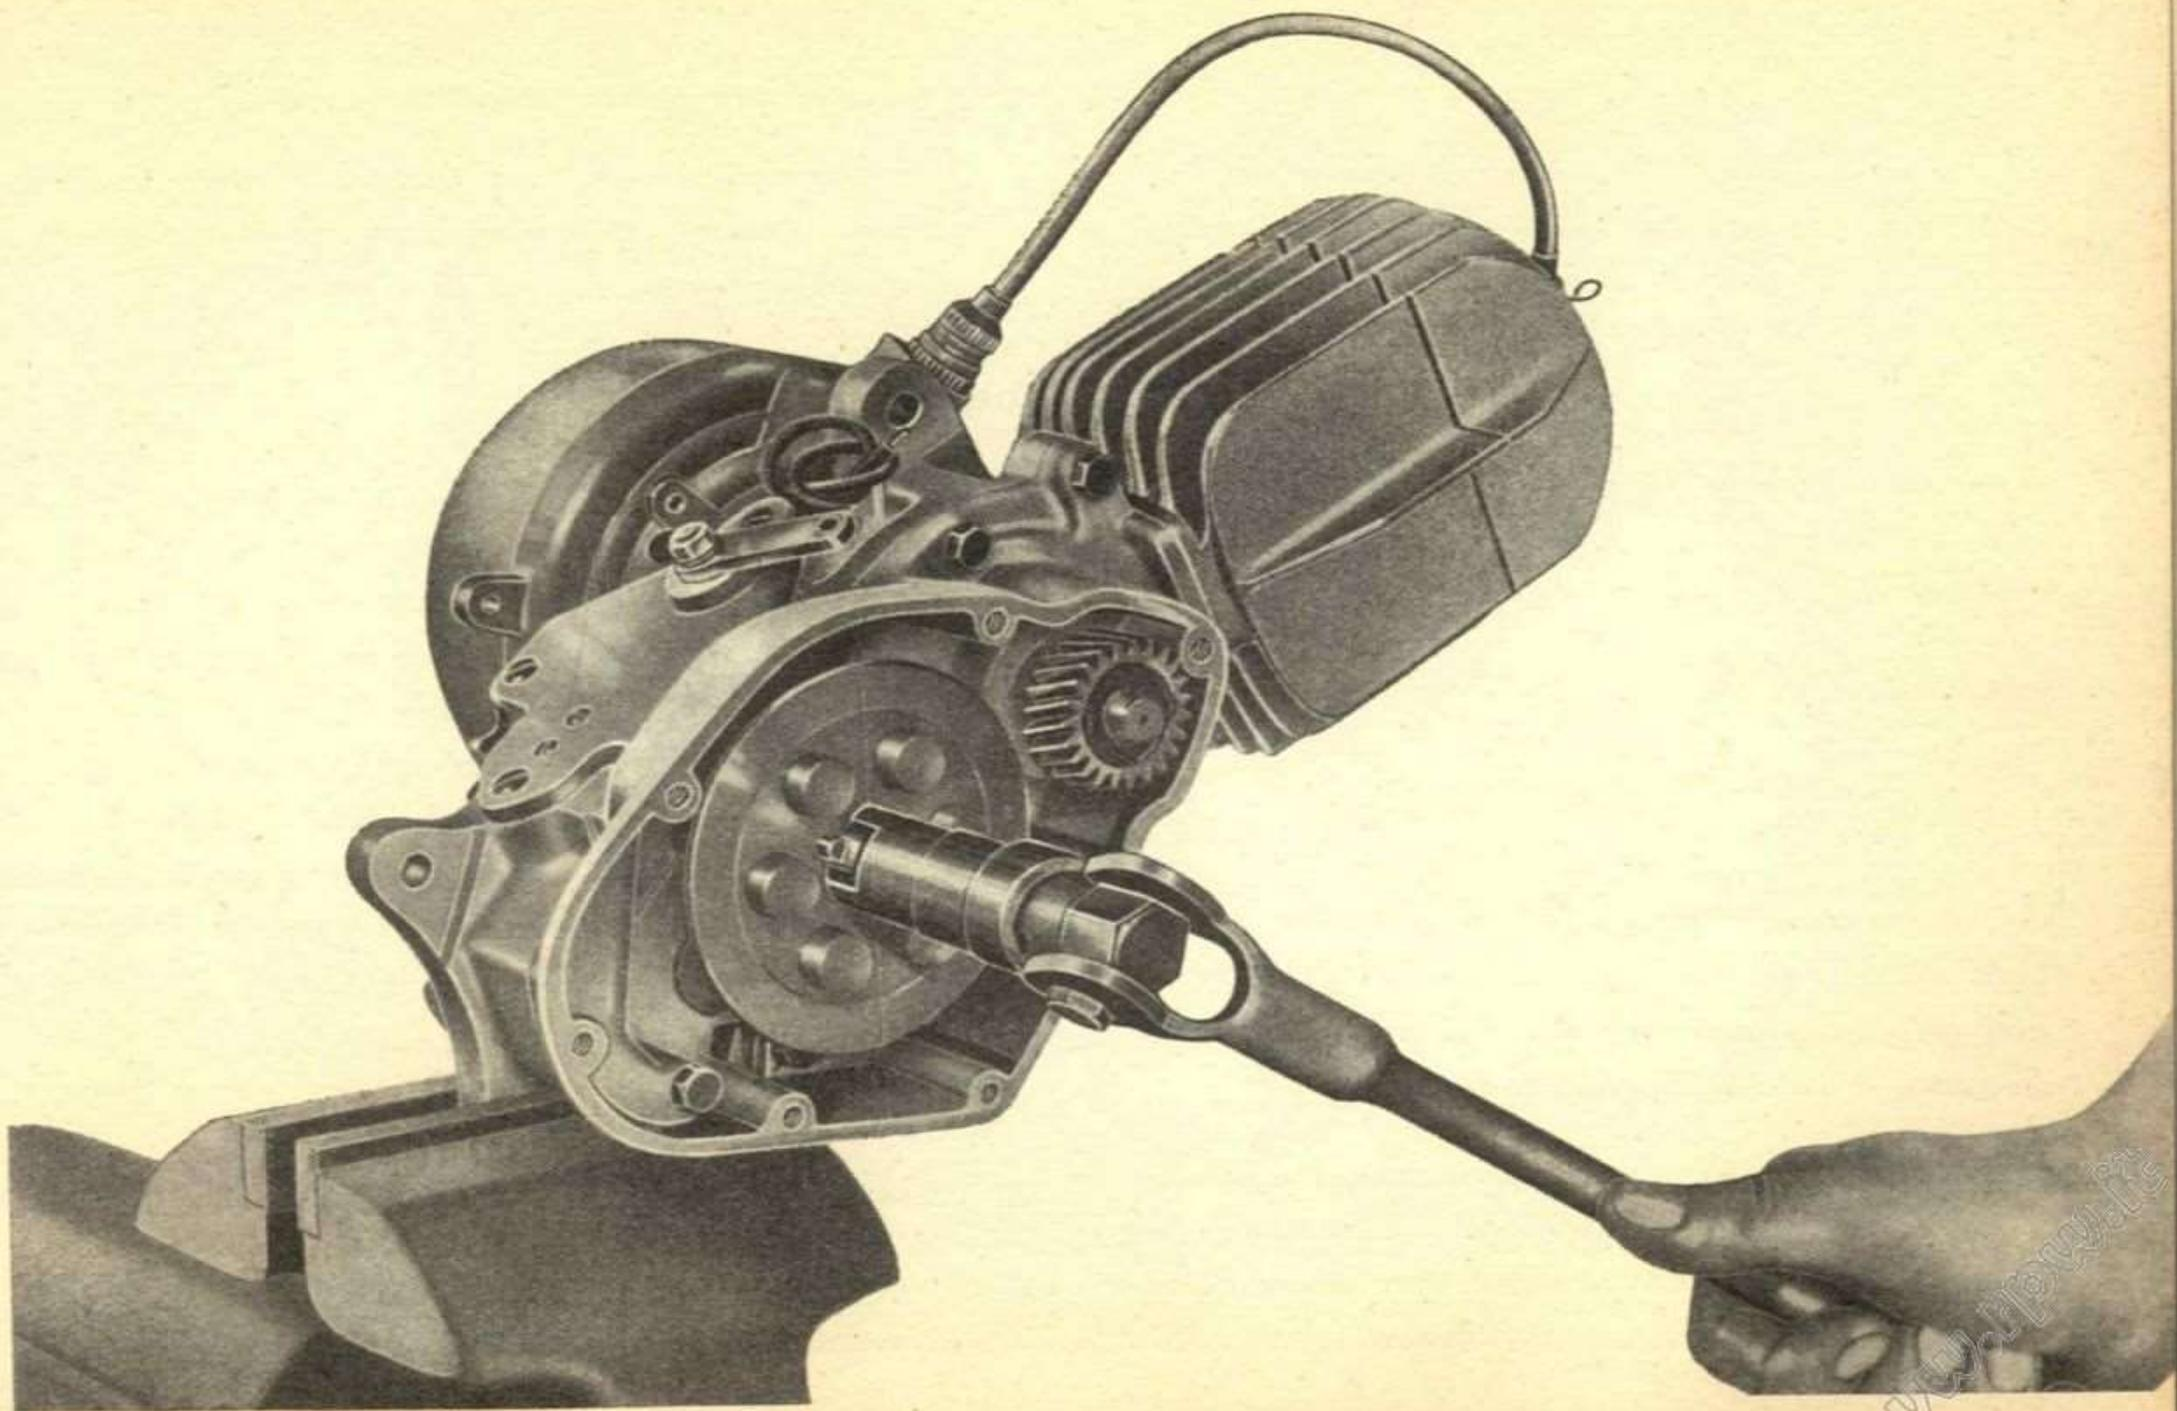

Fig. 9 - Estrazione del disco mobile della frizione
- con estrattore il disco mobile con unite le rispettive molle e il piattello d'appoggio molle (vedere fig. 9);